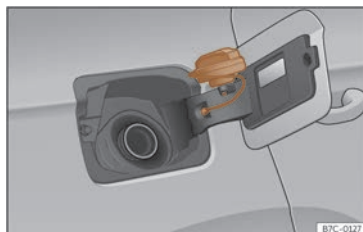

Fig. 180 Trappe à carburant avec bouchon ouvert.
• Placez le bouchon dans le logement se trouvant sur la charnière de la trappe à carburant ouverte >>> fig. 180.